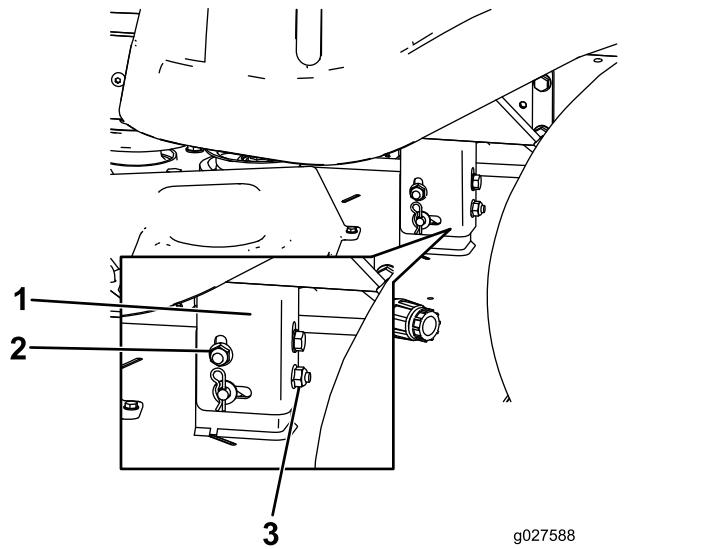

Figura 69
8. Eleve o baje el lado izquierdo de la carccha de corte girando la tuerca trasera (Figura 69).
Nota: Gire la tuerca trasera en sentido horario para elevar la carccha de corte; gire la tuerca trasera en sentido antihorario para bajar la carccha de corte (Figura 69).